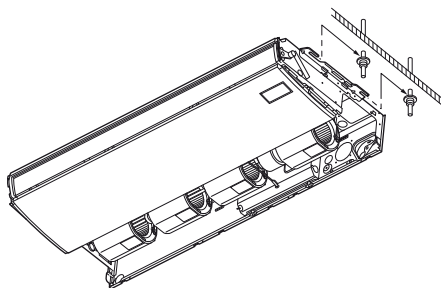

Fig. 3-14
b) Soulever l'unité intérieure, et la placer sur les rondelles à travers les encoches pour la fixer en place. (Fig. 3-14)